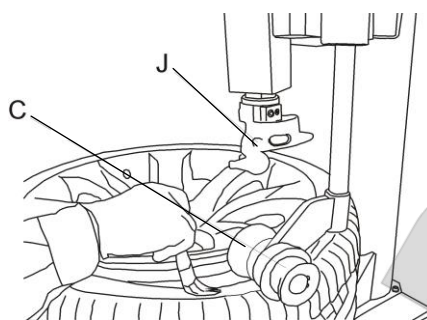

Рис. 9
1. Прижмите шину правым прижимным роликом C, G в положение на 3см ниже края обода, смажьте борт шины смазкой, поворачивайте рабочий стол, поднимите ролик C, G (рис. 9).